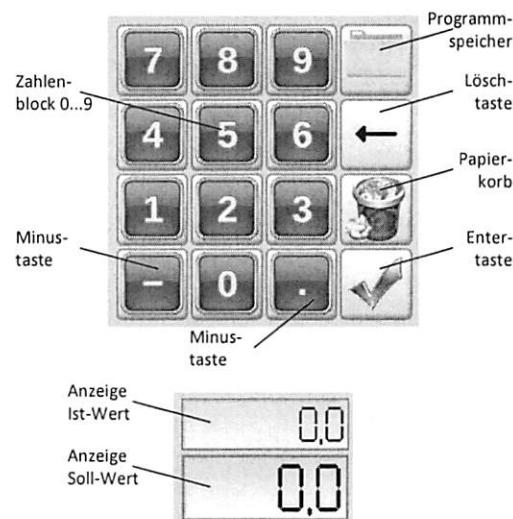

Abbildung 9 Eingabefeld
- Den gewünschten Wert mit Hilfe des Zahlenblocks (Abbildung 9) eingeben und mit Enter ↴ bestätigen.